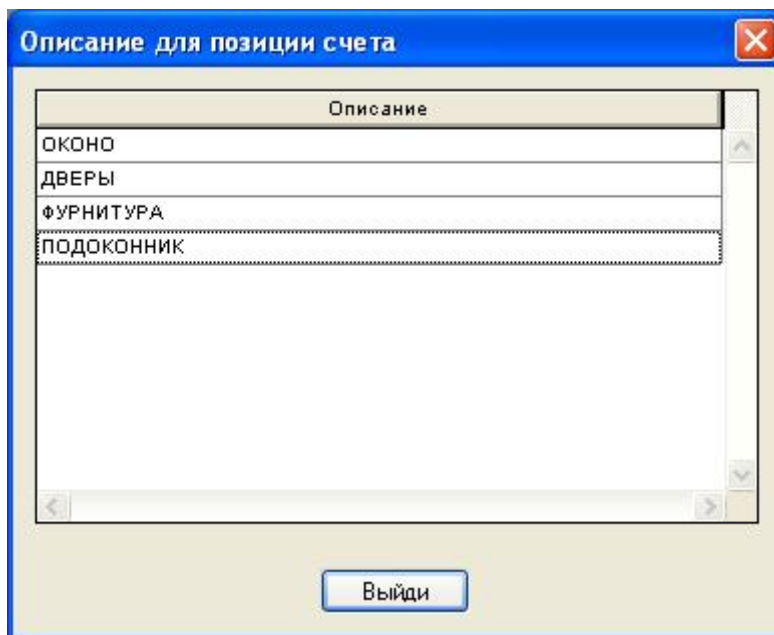

Рисунок 19. Описания к единицам счет-фактур
- **Описание единиц счетов-фактур** (рис. 19)